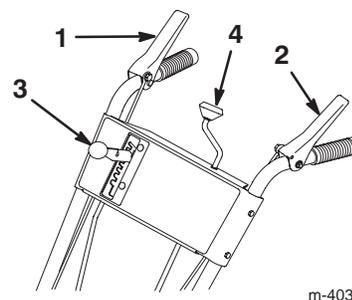

Bild 20
- **Betätigungshebel für Schnecke/Gebläserad** (Bild 20) – Drücken Sie den Hebel gegen den rechten Handgriff, um Schnecke und Gebläserad zu aktivieren. Lassen Sie den Hebel los, wenn Sie sie ausschalten möchten.
- **Fahrtriebshebel** (Bild 20) – Drücken Sie zur Betätigung des Fahrtriebs (Radantrieb) den Hebel gegen den linken Griff. Lassen Sie den Hebel los, wenn Sie wieder ausschalten möchten.
- **Schalthebel** (Bild 20) – Dieser Hebel hat sieben Stellungen: fünf Vorwärtsgänge und zwei Rückwärtsgänge. Stellen Sie den Hebel in die gewünschte Position, um die Gänge zu wechseln. Der Hebel rastet in jedem Gang in einer Kerbe ein. Bei schwerer Belastung kann der Schalthebel schwergängig sein.
- **Kurbel zum Verstellen der Position des Auswurfkanals** (Bild 20) – Drehen Sie die Kurbel im Uhrzeigersinn, um den Auswurfkanal nach links zu bewegen, und entgegen dem Uhrzeigersinn, um den Kanal nach rechts zu drehen.
3. Lösen Sie den Betätigungshebel für Schnecke/Gebläserad und den Fahrtriebshebel (Bild 20).
11. Legen Sie den 1. Gang ein (Bild 20), drücken Sie den Fahrtriebshebel bis zum Handgriff und lassen ihn dann los. Wenn sich die Schneefräse vor dem Einschalten oder nach dem Loslassen des Fahrtriebshebels vorwärts bewegt, lesen Sie bitte Einstellen des Fahrtriebsriemens auf Seite 23.
3. Lösen Sie den Betätigungshebel für Schnecke/und den Fahrtriebshebel (Bild 20).